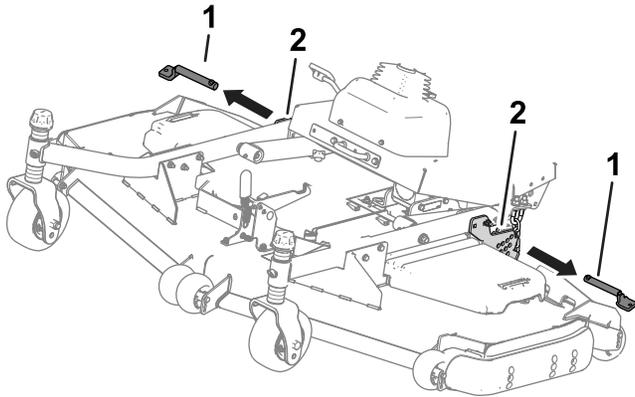

Figura 35
- Retire los pasadores de las placas de altura de corte (Figura 35).